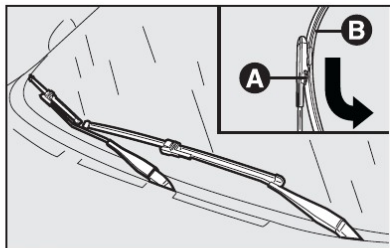

fig. 27
### Substituição das palhetas do limpador do para-brisa - fig. 27
- 2) Pressionar a trava **A**-fig. 27 e retirar a palheta **B** empurrando-a para baixo e desengatando-a do braço;